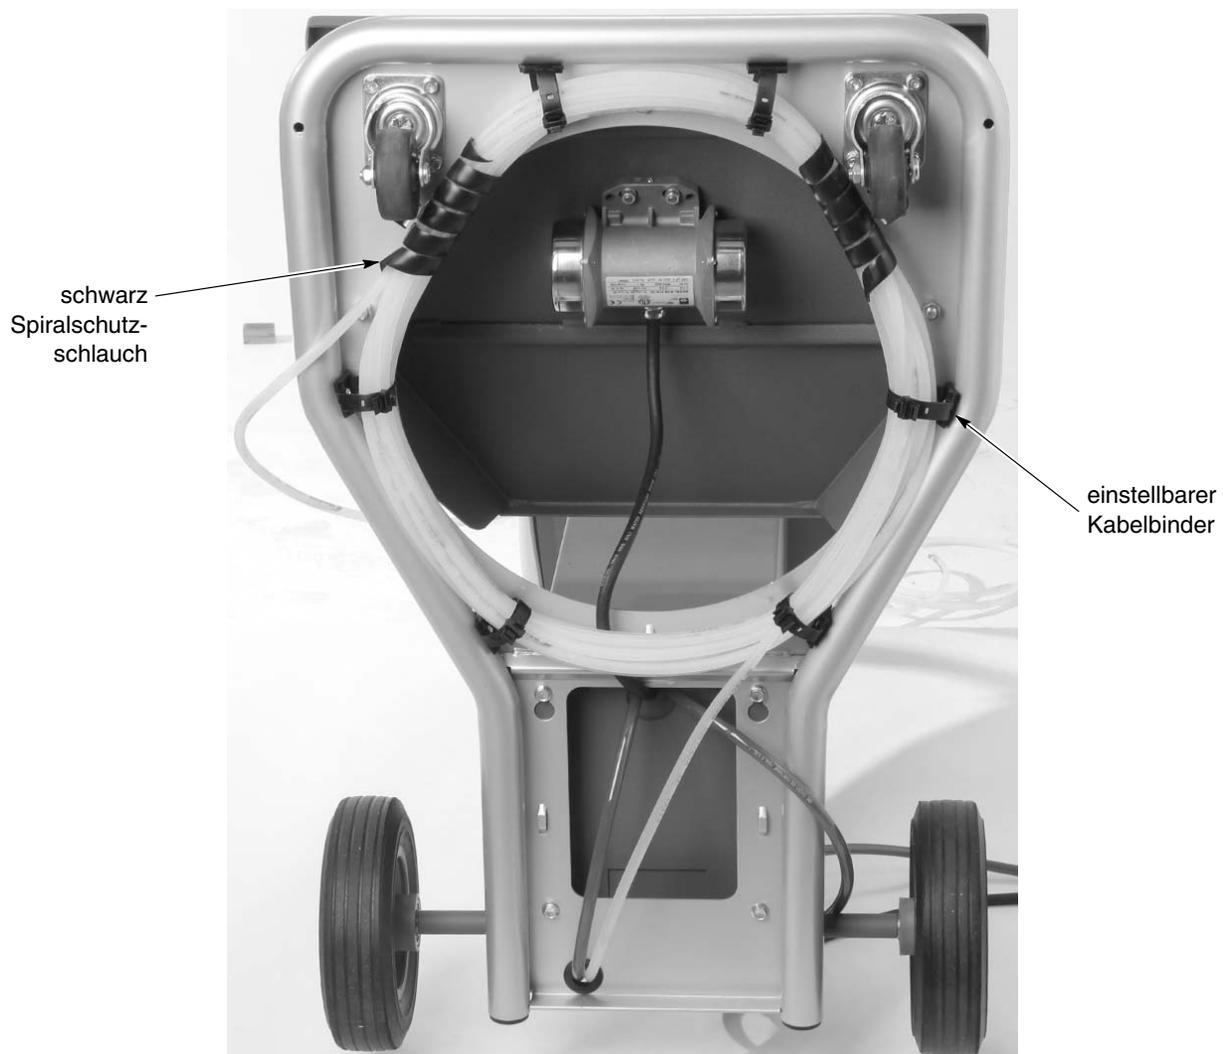

Abbildung 3-6 Schläuche bündeln (Darstellung zeigt mobiles System)
**HINWEIS:** Siehe Abbildung 3-6. Die Mindestlänge der Pulverschläuche beträgt 18 m (60 ft).
Siehe Abbildung 3-6. Mit Stücken des mit dem System gelieferten schwarzen Spiralschutzschlauchs das Sprühpistolenkabel, die Luftschläuche und den Pulverschlauch bündeln.